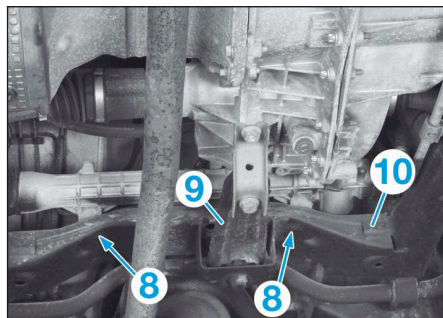

FIG.7
- Déposer les vis de fixation (8) du boîtier de direction sur le berceau (Fig.7).
- le tirant antibasculement (9),
- le berceau (10),